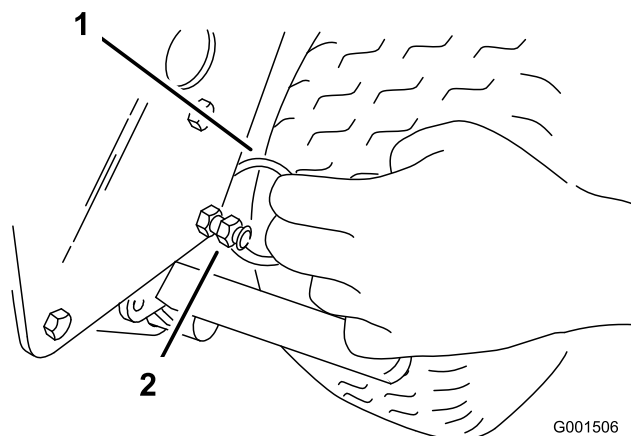

Figura 9
- Sujete el anillo partido (Figura 9) situado en el lado derecho de la máquina, tire del anillo y la cadena en línea recta, en dirección perpendicular a la máquina, y enganche el anillo sobre el perno del protector del panel de control.